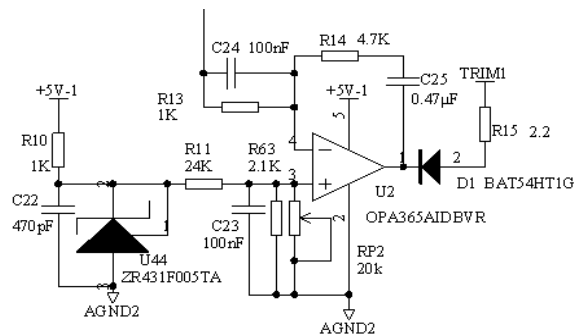
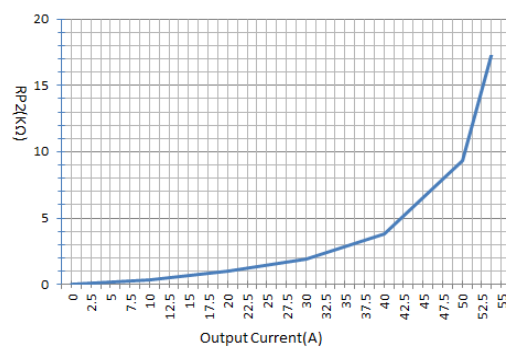

图13 恒流充电电路
图14 RP2的阻值随输出电流的变化关系曲线
- (1) 通过更改图13中RP2的阻值可改恒流的电流范围。当RP2阻值为387Ω时，恒流电流为10A；RP2阻值为965Ω，恒流电流为20A；RP2阻值为1.93KΩ，恒流电流为30A，RP2的阻值从最小到最大变化时，电流范围为0A-53.6A（可见图14），最大不超53.6A，即RP2最大阻值为15.8KΩ。